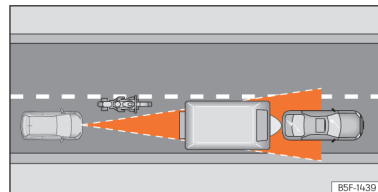

Fig. 140 Motociclist în față, în afara razei de acțiune a senzorului cu radar.
- Autovehicule nealiniat în timpul deplasării sau aflate în afara zonei de detectare a senzorului, cum ar fi motocicletele »» fig. 140.